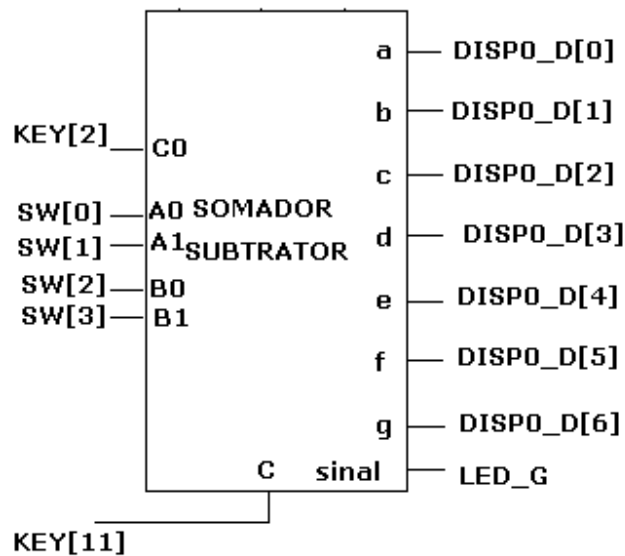

Figura 1 Circuito somador/subtrator
3.1 Utilizando o software QUARTUSII v.12.OSP2, escolha o dispositivo HCPLD Cyclone IV-E EP4CE30F23C7, projete, e teste o funcionamento de um circuito somador/subtrator de 2 bits, como mostrado na figura 1. Um sinal C deve modificar o circuito de somador para subtrator (C='0' soma e C='1' subtração). O nome dos sinais devem ser dados como os da Figura 1. O somador completo deve considerar o carry inicial e final, como o da Figura 2. Utilize o CI 7483 na ferramenta de software Quartus. O 7483 é um somador completo de 4 bits, utilize apenas dois bits de entrada, e o carry inicial, e as saídas apenas dois bits e terceiro bit como carry final. Mostre o resultado da soma/subtração no display de 7 segmentos, cujos segmentos acendem com nível alto. Mostre também o sinal da subtração quando negativa no LED RGB(O LED RGB acende com nível lógico alto). Utilize o decodificador BCD para 7 segmentos (7448) disponível na biblioteca Maxplus no software Quartus, ligado como mostrado na Figura 3. A pinagem do display segue a tabela I.